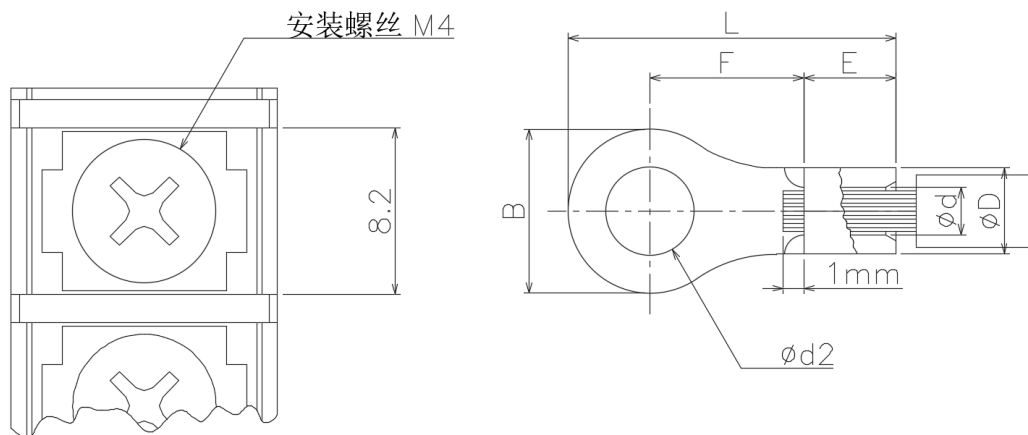

图 2.6c 压着端子例
- 端子台宽度为 8.2mm, 使用 M4 螺丝，请使用如图 2.6c 所示的 $B < 8.2\text{mm}$ 且 $d2 > 4\text{mm}$ 圆形压着端子。